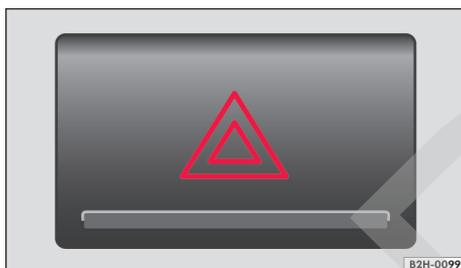

Fig. 162 En la parte central del tablero de instrumentos: pulsador de las balizas.
2. Encienda las balizas con el pulsador (🔺) → fig. 162.